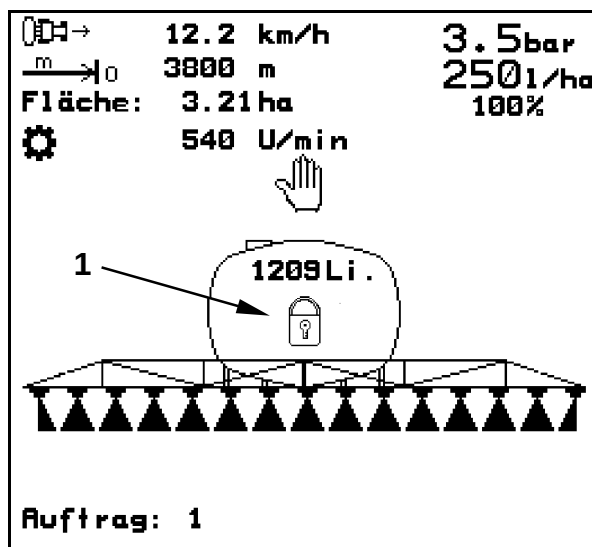

Fig. 110
- La compensación de oscilaciones (Fig. 109/1), está bloqueada cuando en la pantalla del **AMATRON+** aparece el símbolo del candado cerrado (Fig. 110/1).
Con compensación de oscilaciones bloqueada aparece en la pantalla del **AMATRON+** el símbolo del candado cerrado (Fig. 110/1).